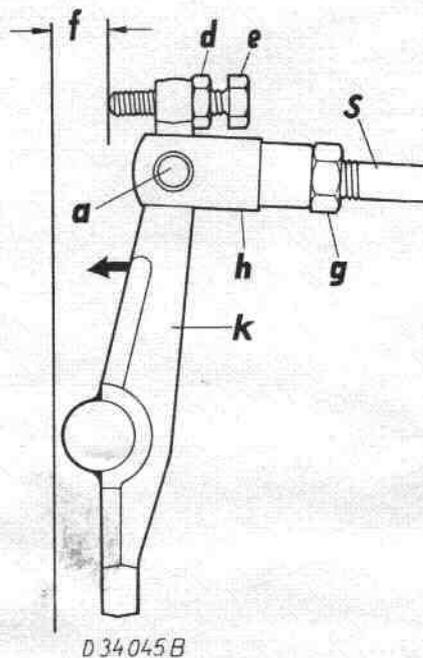

Fig. 132 - Fonctionnement de la tringlerie de l'embrayage
a) Réglage de la course "f" (garde) (fig. 132) avec la vis de butée "e".
2. Pousser vers la gauche le levier d'embrayage "k" jusqu'au point d'attaque (c'est-à-dire jusqu'à ce que le commencement du débrayage soit sensible, voir la fig. 132).
3. Dévisser le contre-écrou "d" (fig. 132 et 133) et régler la vis de butée "e" jusqu'à la distance "f" = 15 mm (de la pointe de la vis à paroi du carter d'embrayage).